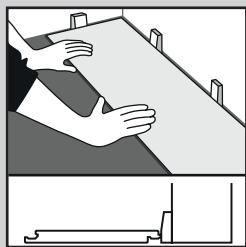

Fig. 1
- Comience con un tablón/baldosa completo a lo largo de la pared y calcule cuántos habrá a lo ancho hasta el otro extremo de la sala. Si va a haber una fila de tablones/baldosas estrechas a lo largo de la pared opuesta, corte la primera fila. Instale el producto con el lado de la lengüeta/del corte hacia la pared. Coloque separadores de 5 mm entre el tablón/baldosa y la pared (Fig. 1).